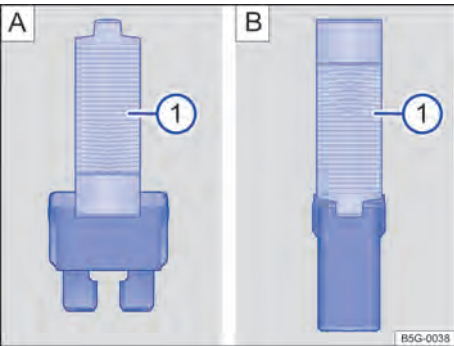

Fig. 163 Retirar o colocar el fusible con la pinza de plástico: **A** fusible plano, **B** fusible de bloqueo.
- Si es necesario, sacar el útil de agarre de plástico → fig. 163 **A**  de la cubierta de la caja de fusibles.
- De acuerdo con la versión del fusible, colocar las pinzas de toma adecuadas del alicate plástico → fig. 163 **A**  o → fig. 163 **B**  lateralmente en el fusible.